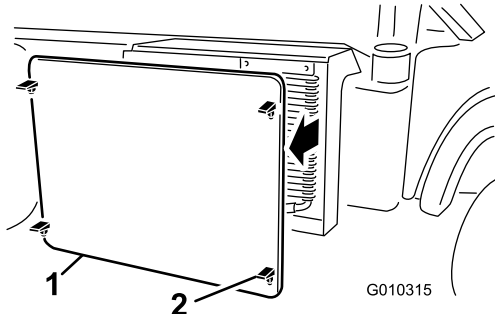

Bild 56
2. Lösen und entfernen Sie das Kühlgitter vorne am Kühler (Bild 56).